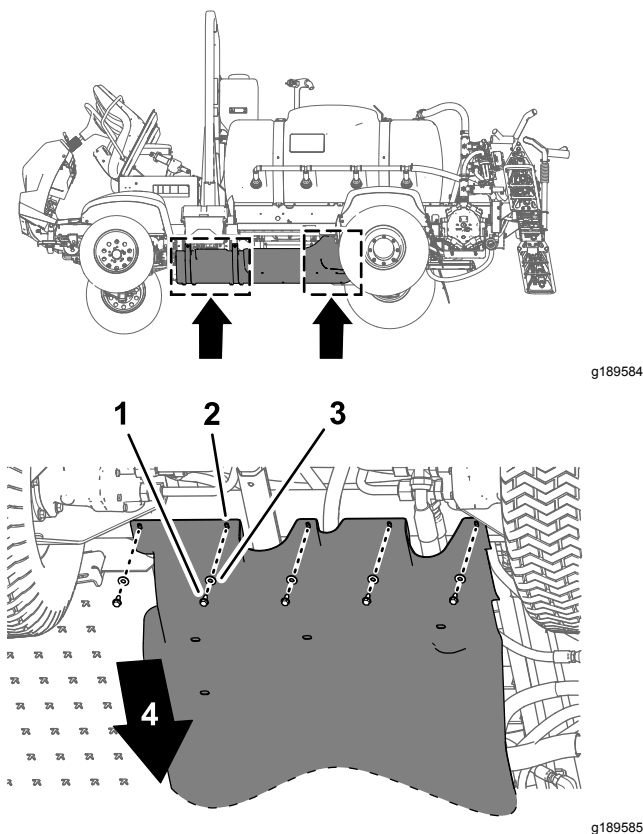
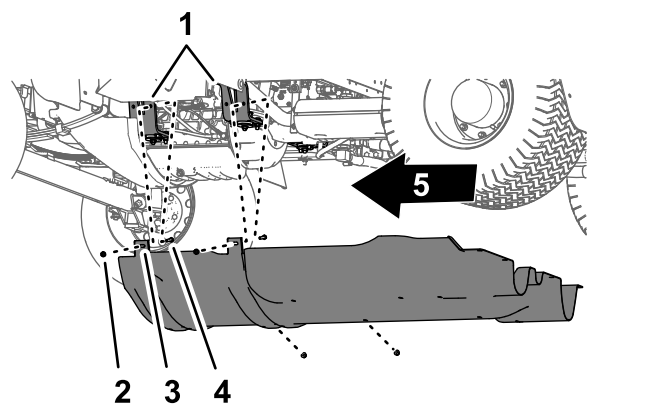

Figura 59
Figura 60
1. Rimuovete i 5 bulloni a testa flangiata (5/16" x 5/8") e le 7 rondelle (5/16") che fissano la parte posteriore della copertura del carrello al telaio della macchina (Figura 59).
2. Rimuovete i 4 dadi di bloccaggio flangiati (5/16") dai bulloni e il bullone a testa tonda che fissano le alette di montaggio della copertura del carrello alle staffe di supporto del motore della macchina (Figura 60).
4. Rimuovete la copertura del carrello dalla macchina (Figura 59 e Figura 60).
1. Allineate la copertura del carrello al telaio inferiore della macchina; vedere Figura 60 in Rimozione della copertura del carrello (pagina 53).
2. Spostate le alette di montaggio della copertura del carrello sui bulloni e il bullone a testa tonda nelle staffe di supporto del motore della macchina; fate riferimento a Figura 60 in Rimozione della copertura del carrello (pagina 53).
3. Montate la copertura del carrello sulle staffe di supporto del motore e i bulloni (Figura 60) con i 4 dadi di bloccaggio flangiati (5/16") che avete rimosso al passaggio 2 della sezione Rimozione della copertura del carrello (pagina 53).
4. Allineate i fori nella parte posteriore della copertura del carrello ai fori sul telaio; vedere Figura 59 in Rimozione della copertura del carrello (pagina 53).
5. Montate la parte posteriore della copertura del carrello sul telaio (Figura 59) con i 5 bulloni a testa flangiata (5/16" x 7/8") e le 7 rondelle (5/16") che avete rimosso al passaggio 1 in Rimozione della copertura del carrello (pagina 53).